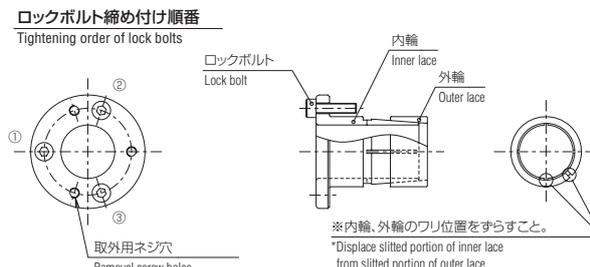

図2 Fig.2
- ローラピニオンに締結具外輪を挿入後、軸にローラピニオン、締結具内輪の順に組み込んで下さい。このとき締結具内輪、外輪のワリ位置をずらして組み付けて下さい。(図2、4)
Insert the outer race of the clamping tool into the roller pinion, and then fit the roller pinion and the inner race of the clamping tool on the shaft in this order. At this time, shift the allocated positions of the inner race and outer race of the clamping tool (Fig. 2 and 4).
- 調整後、ロックボルトを対角線の順に(図2、4、6)それぞれ所定トルクの約1/4にて均等に締め付け、徐々に締め付け力を増して締め付けて下さい。
After the adjustment, fasten the lock bolts diagonally (Fig. 2, 4 and 6) and uniformly starting at 25% or so of the recommended tightening torque with gradual increase.